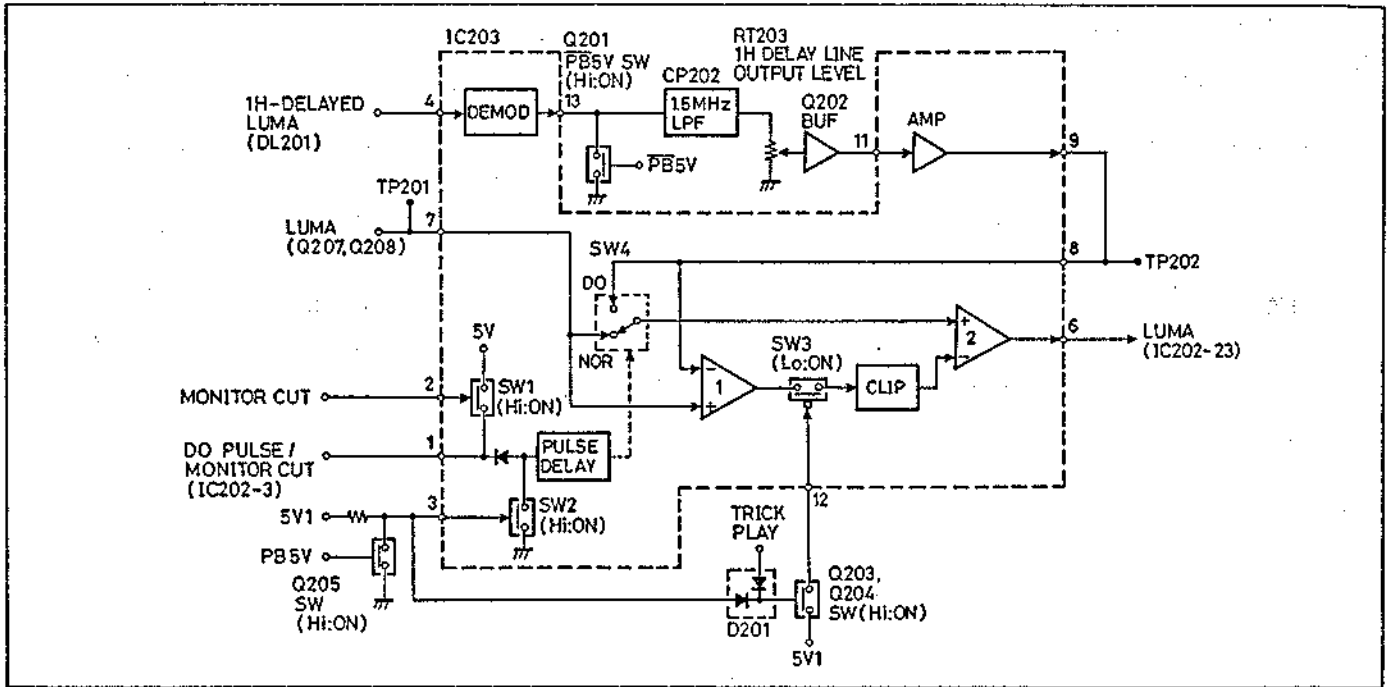

Abb. 5.22 Rauschunterdrückung & Video-DOC
(9) Horizontal-Korrelations-Rauschunterdrücker/Signalausfallkompensator (IC203: Abb. 5-22 und 5-23)